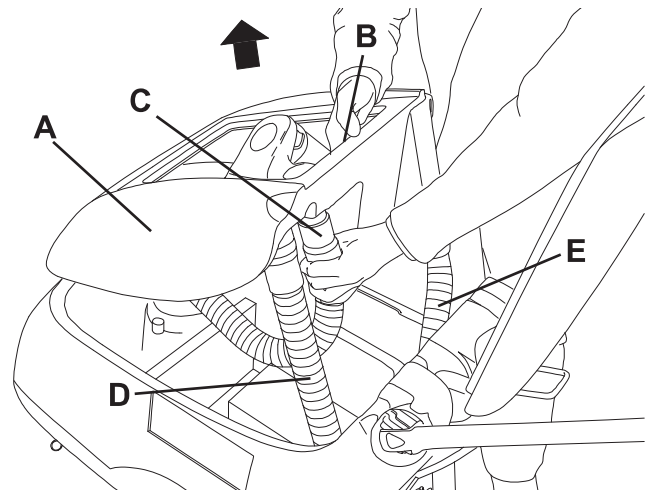

Abbildung 2
6. Ansaugrohr (22) von der Sauglippe (11) lösen.
7. Schmutzwasserablassrohr (16) aus dem Halter (17) nehmen.
8. Deckel (6) öffnen.
9. Schmutzwassertank (A, Abb. 2) im Bereich (B) halten und leicht anheben.
10. Ansaugrohr (C) vom Tank abnehmen und Tank (A) mit den Leitungen (D) und (E) entfernen.
11. Batterien gemäß Anschlussplan (28) einbauen.
12. Schritte 6. bis 10. in umgekehrter Reihenfolge durchführen und Tank (A, Abb. 2) wieder einbauen.